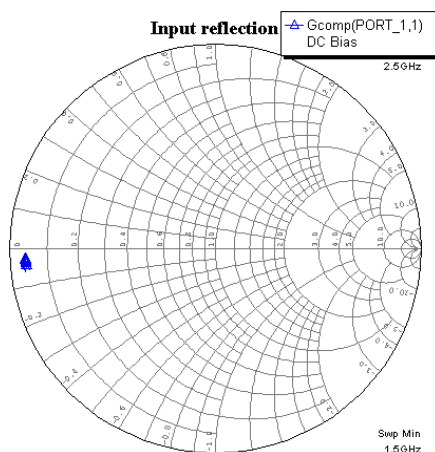

Рис. 4.14
3. Выберите в меню **Simulate>Analyze** или щёлкните по значку **Analyze** на панели инструментов. Результаты анализа отображаются на диаграмме Смита рис. 4.14.